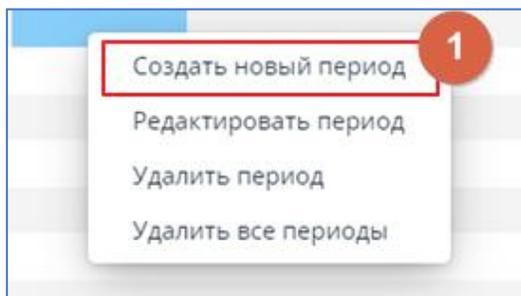

рис. 11.4. Новый период планирования графика ремонтов
- выбрать **Создать новый период** (см. рис. 11.4.);